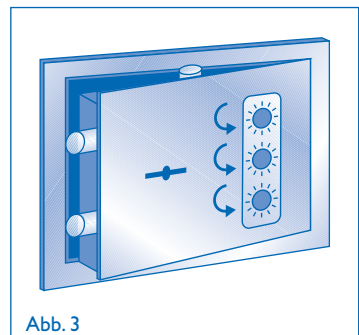

Abb. 3
- C) Die Wahlschalter nach links bis zum Anschlag auf null drehen (Abb. 3).